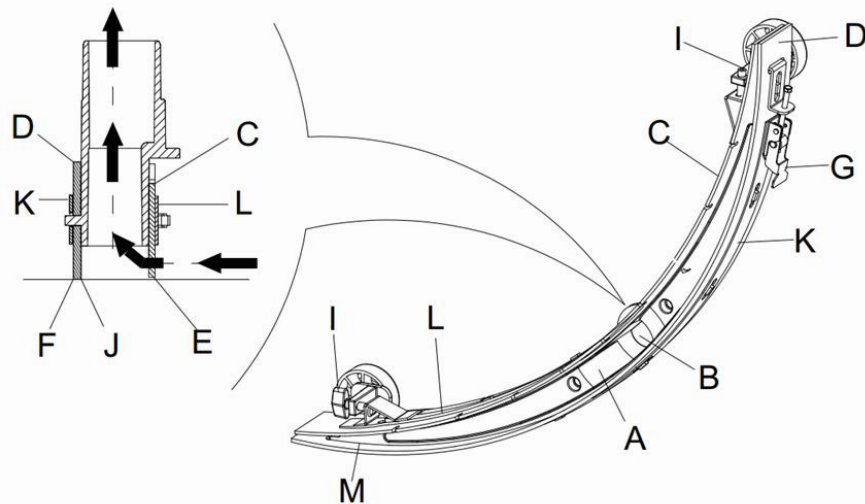

Abbildung 15
2. Drücken Sie den Netzschalter (41) auf die "O"-Position und schalten Sie das Gerät aus.
3. Lösen Sie die Feststellknöpfe (16) des Abstreifers; entfernen Sie den Anschluss für die Verbindung des Schmutzwasser-Vakuumsrohrs zum Abstreifer, und entfernen Sie den Abstreifer.
4. Verwenden Sie den Hebegriff des Abstreifers (14), um den Tragrahmen des Abstreifers anzuheben.
5. Reinigen Sie den Abstreifer (Abbildung 15). Reinigen Sie insbesondere die Nut (A, Abbildung 15), und entfernen Sie Schmutz und Fragmente aus dem Vakuum-Rohr. Prüfen Sie, ob das vordere Abstreiferband (C) und das hintere Abstreiferband (D) intakt sind, und ob es gebrochenen Kanten und Risse gibt. Tauschen Sie sie, falls erforderlich, aus (siehe Schritte im folgenden Abschnitt).
1. Folgen Sie den Anweisungen, die im Abschnitt Reinigen des Abstreifers aufgeführt sind (Abbildung 15).
2. Überprüfen Sie die Kante (E, Abbildung 15) des vorderen Abstreiferbands und die Kante (F) des hinteren Abstreiferbands (D). Sie sollten über die gesamte Länge auf der gleichen Ebene liegen. Passen Sie sonst ihre Höhen durch folgende Vorgehensweise an.
- Lösen Sie die Klammer (G), um das hintere Abstreiferband (D) von der Halterung (M) zu lösen, um die Position des Abstreifers anzupassen. Arretieren Sie nach der Einstellung die Klammer wieder.
- Lösen Sie die Schraube am Griff (I), um das vordere Abstreiferband anzupassen (C); ziehen Sie die Griffschraube nach der Einstellung wieder fest.
3. Prüfen Sie, ob das vordere Abstreiferband (C) und das hintere Abstreiferband (D) intakt sind, und ob es gebrochenen Kanten und Risse gibt. Falls erforderlich, wechseln Sie sie in der folgenden Art und Weise aus. Überprüfen Sie die vordere Kante des hinteren Abstreiferbands (J), ob es abgenutzt ist. Wenn es abgenutzt ist, kann es anders herum installiert werden (die Oberkante muss intakt sein). Wenn die obere Kante ebenfalls abgenutzt ist, wechseln Sie das Band wie folgt aus:
- Öffnen Sie die Klammer (G), um das Druckblatt von der Halterung (M) zu lösen, entfernen Sie die Klammerschiene (K), und wechseln Sie dann das hintere Abstreiferband (D) aus oder drehen Sie es anders herum. Installieren Sie das hintere Abstreiferband in der umgekehrten Reihenfolge.
- Lösen Sie die Griffschraube (I) und entfernen Sie die Frontklammerschiene (L), und wechseln Sie dann den vorderen Abstreifer (C).